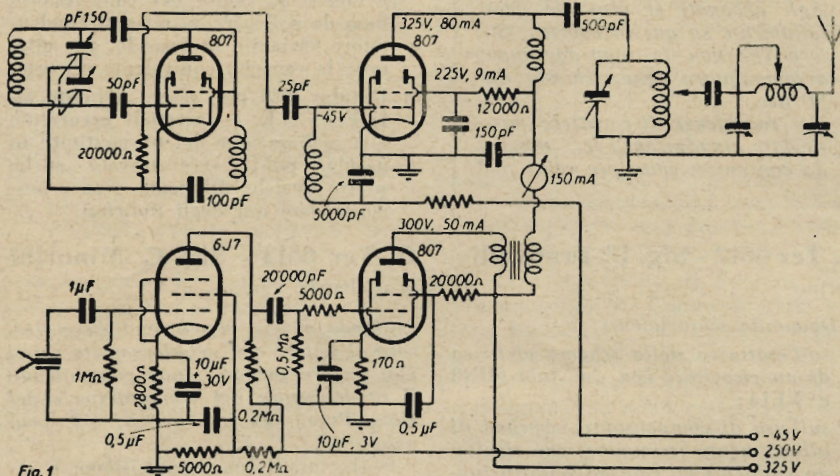

Fig. 1
a) Un trasmettitore radiofonico con un tubo 807 funzionante in regime di autoeccitazione, seguito da un altro tubo 807 per l'amplificazione di potenza. Il modulatore può in tal caso comprendere un terzo tubo di potenza 807, preceduto da uno stadio o preamplificatore di tensione, con un pentodo tipo EF6, 677 o simili, oppure da due stadi in cascata con un tubo EIR. Lo schema di un'apparecchiatura del genere è riportato nella fig. 1, nella quale si precisano inoltre le condizioni di funzionamento.